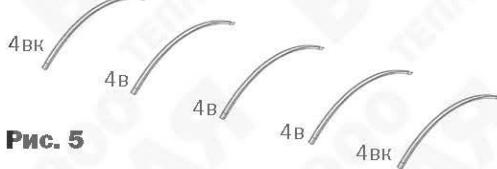

Рис. 5
- Выполняйте сборку в соответствии с фотографиями этапов сборки и узлов, представленными на **рис. 5...12**. На рисунках показана сборка теплицы длиной 4 м. Необходимая длина теплицы достигается путем добавления соответствующих деталей из пакета(ов) «Вставка». Для соединения деталей используются винты M4x8.